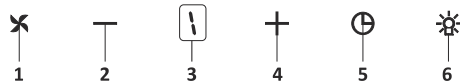

Fig. 19: 5 Spd Dig-knap
- 1.** tryk på denne knap for at tænde produktet. Fig. 19
- 2.** tryk på denne knap for at sænke motorhastigheden. Fig. 19
- 3.** Digitskærmen Du kan se, hvilken hastighed produktet i øjeblikket arbejder med på denne skærm. Fig. 19
- 4.** tryk på denne knap for at øge motorhastigheden. Fig. 19
- 5.** Når tidsknappen trykkes, aktiveres en 15-minutters timerfunktion; displayet giver et signal, når timen starter, og motoren stopper automatisk efter 15 minutter. Fig. 19
- 6.** tryk på denne knap for at tænde og slukke lampen. Fig. 19